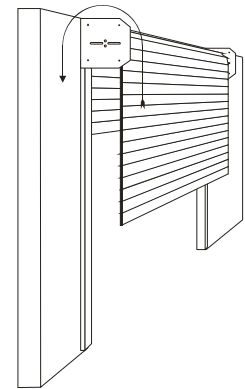

Fig. 23
- Otra forma sería, pasar la parte baja de la puerta (zócalo) por encima del eje de muelles y desde el interior del local, e ir introduciéndola por las guías con mucho cuidado ya que la puerta corre el peligro de rayarse o estropear la pintura o anodinado, según se explica en la *fig. 23*, como se indico anteriormente esta operación debe ser realizada por dos o más personas según el peso o las medidas de la puerta.